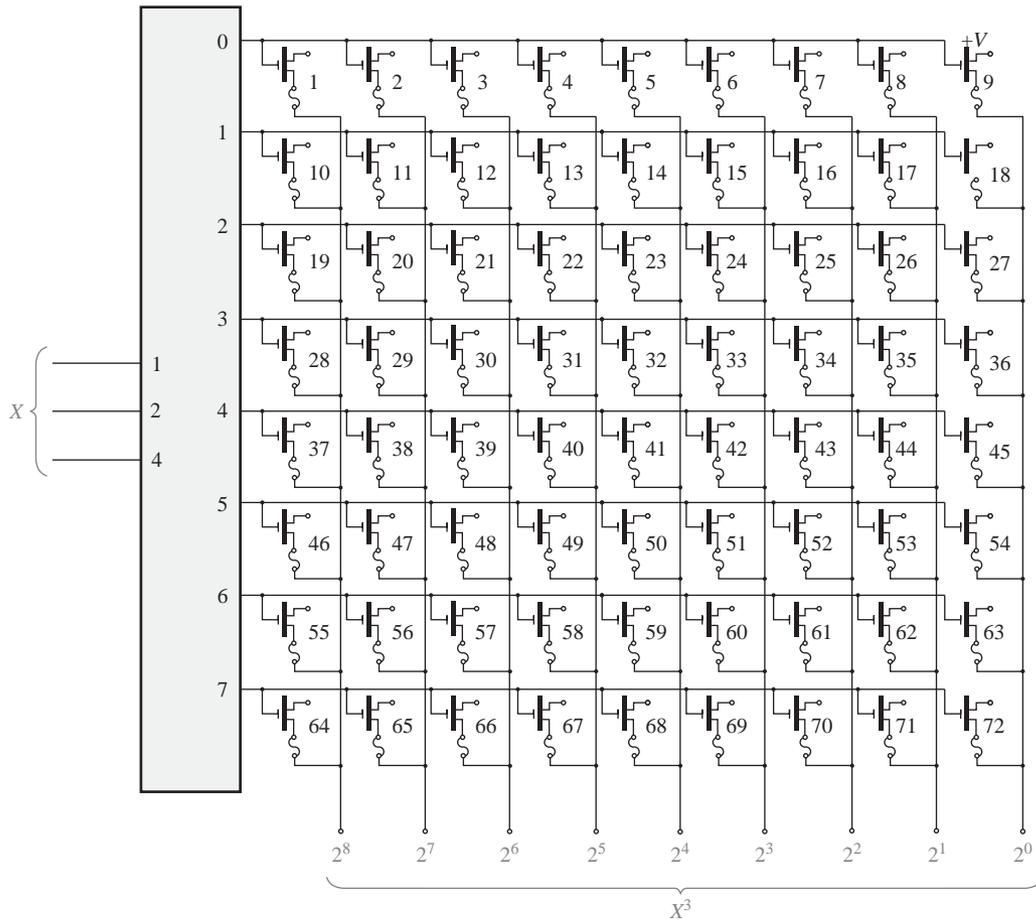

FIGURA 10.83
15. Suponer que la matriz PROM de la Figura 10.83 se programa fundiendo un hilo fusible para crear un 0. Indicar los hilos que hay que fundir para programar una tabla índice para la operación X^3 , donde X es un número de 0 a 7.